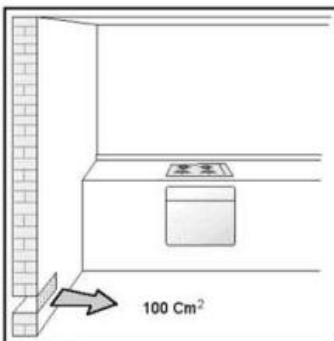

Рис.4
**ПРИМІТКА:** Використання газового кухонного обладнання призводить до підвищення температури і вологості в приміщенні, де воно встановлено. Тому Ви повинні переконатися, що приміщення добре провітрюється, тримати природні вентиляційні отвори відкритими (Рис.4) і користуватися механічними вентиляційними пристроями (витяжкою або вентилятором Рис. 5А і 5В). Інтенсивне або тривале використання приладу може вимагати додаткової вентиляції, наприклад, відкрити вікно або збільшити потужність механічних вентиляційних пристроїв.